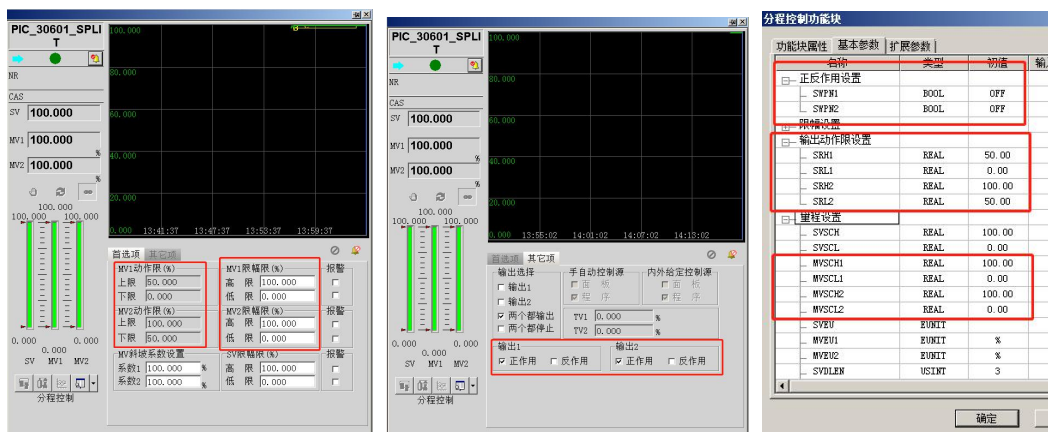

图 3.6.3.3.SPLIT 模块量程设置
- 模块的面板如图 3.6.3.3 所示，不建议在监控面板上修改量程参数和正反作用。